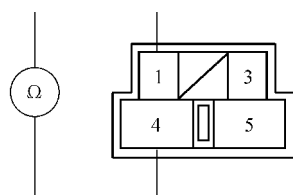

图 13-13 功率晶体管电阻的测量方法
3) 如图 13-13 所示, 测量功率晶体管 1 号和 4 号端子之间的电阻, 阻值应该约为 1.5kΩ。